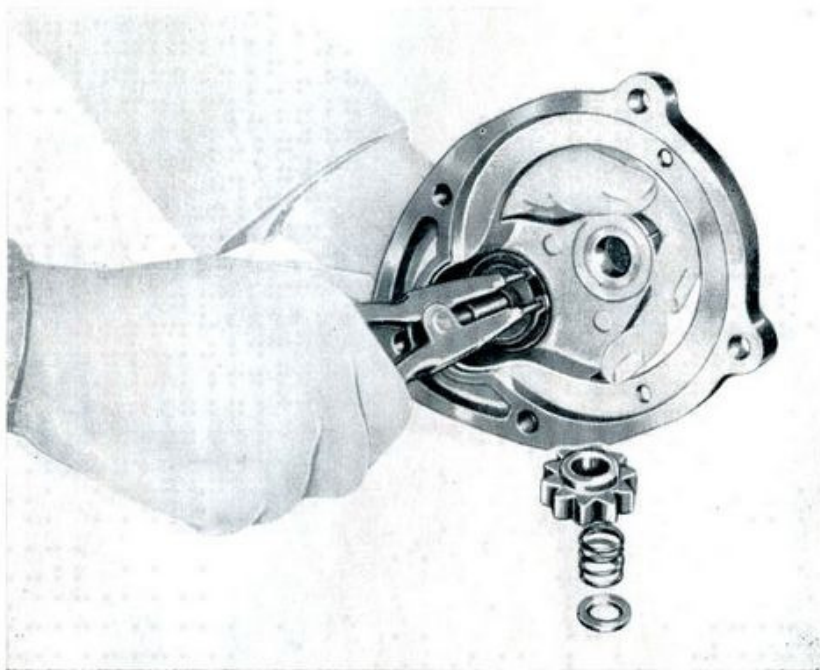

Fig. 23
- Op. 4) Smontare l'anello Seeger dell'ingranaggio conico, mediante pinza per Seeger a punte diritte. Sfilare l'ingranaggio conico e raccogliere le relative rondelle (fig. 23).